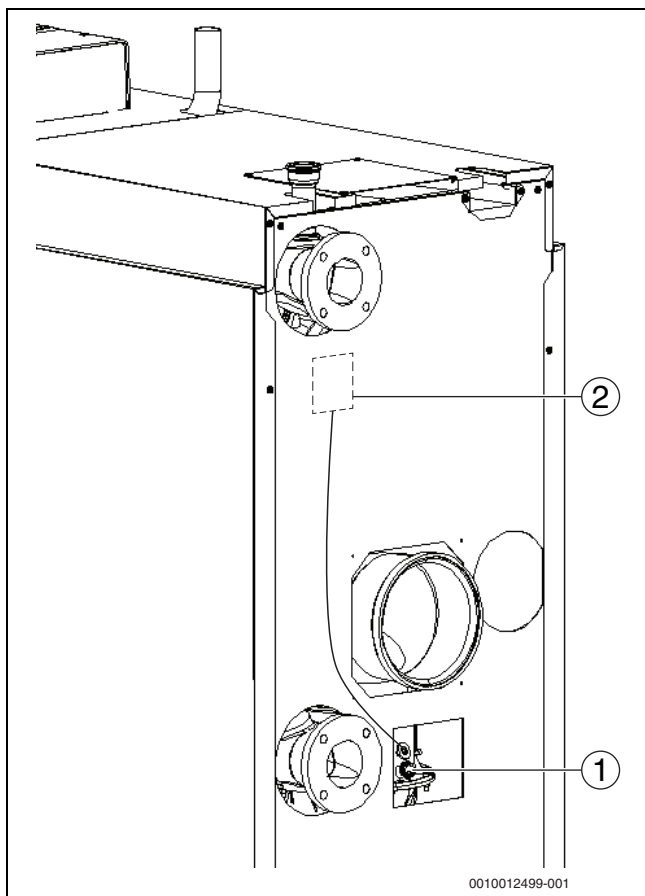

Fig. 33 Înregistrarea valorilor măsurate (dimensiuni ale cazanului de 150-300 kW)
- ▶ Introduceți senzorul de măsurare prin orificiul de măsurare (→ Fig. 33, pagina 32) în colectorul de gaze arse din fluxul de curent primar și verificați conținutul de O2.
- ▶ Introduceți senzorul de măsurare prin orificiul de măsurare (→ Fig. 33, pagina 32) în tubulatura de evacuare a gazelor arse în fluxul de curent primar și verificați conținutul de O2.